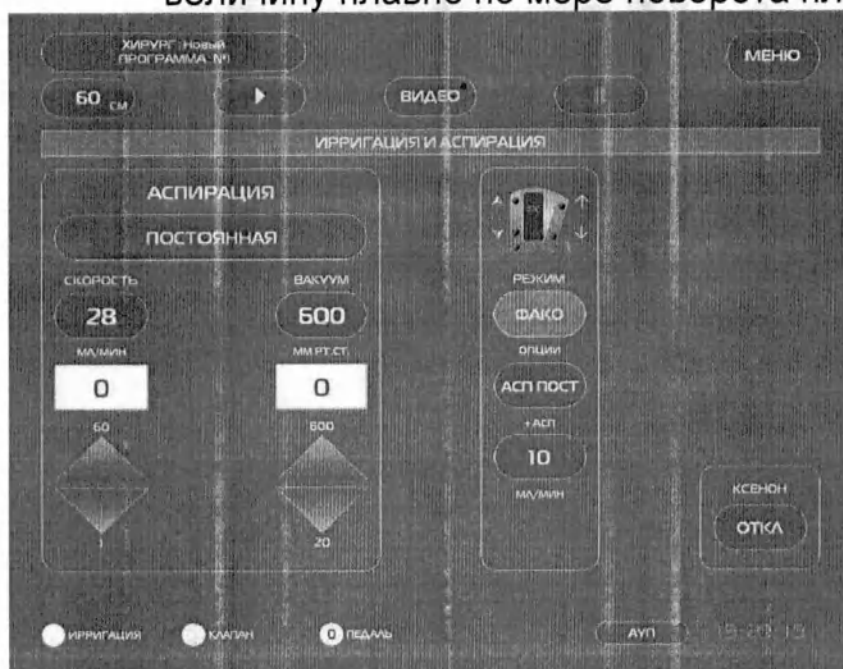

Рис.14.21 – Панель с выбранной опцией.
- Нижняя клавиша-табло «ОПЦИИ» (Рис. 14.21) отображает и устанавливает значение величины выбранной опции при помощи «окна цифрового набора».